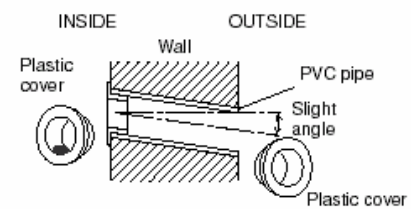

Fig. 10
(5) Placer les embouts plastiques de part et d'autre du mur percé (Figure 10)